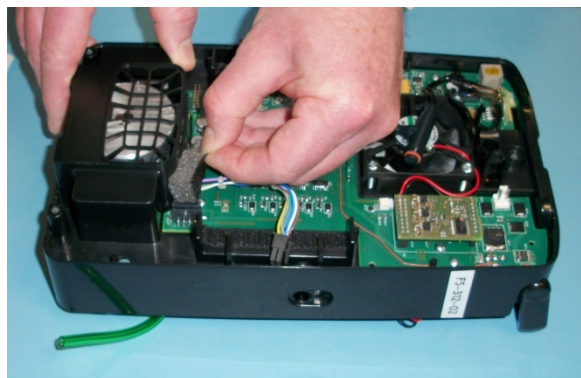

Abbildung 5.7
5. Entnehmen Sie den Schaumstoff von der Oberseite der ovalen Öffnung und entsorgen Sie ihn. (Siehe Abbildung 5.7).